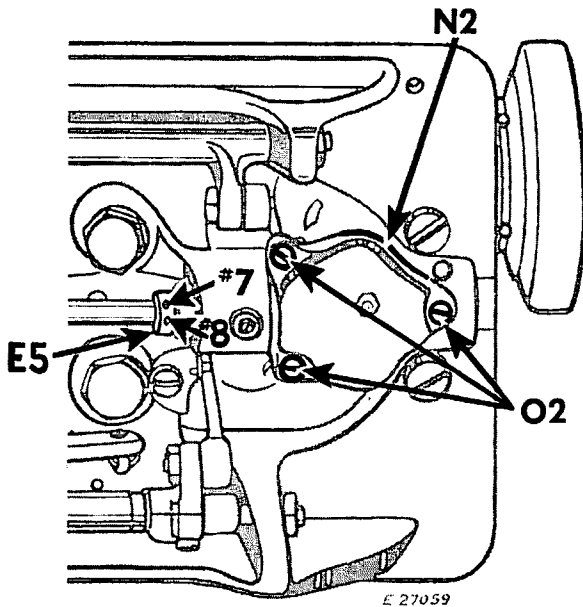

Fig. 48. Couvercle de boîte à pignons inférieure
2. Retirer les trois vis **O2**, **Fig. 48** ainsi que le couvercle **N2** de boîte à pignons inférieure.
7. Pousser la bague d'arrêt **E5** de l'arbre du crochet contre la douille arrière de l'arbre et resserrer les vis d'arrêt **7** et **8** **Fig. 48**.
9. Remettre le couvercle **N2** de boîte à pignons inférieure ainsi que les vis **O2**, **Fig. 48**.